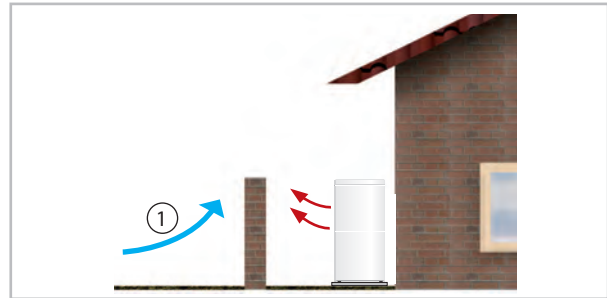
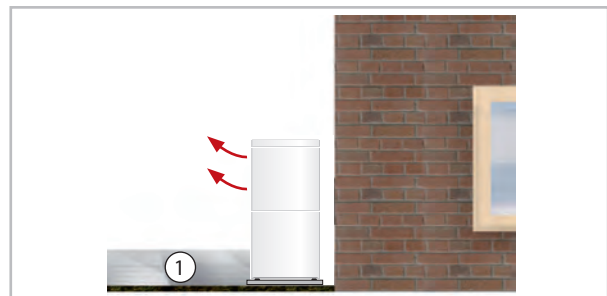

Abb. 35: Schutz vor Wind
Abb. 36: Schutz vor Schnee
- Wird das Gerät in einer Gegend mit starkem Wind aufgestellt, muss es vor dem Wind geschützt werden und es wird ein zusätzliches Stabilisieren empfohlen. Das kann z.B. mit Drahtseilen oder anderen Konstruktionen realisiert werden (Abb. 35). Bei der Montage sind Schneegrenzen zu beachten (Abb. 36).
- Beachten Sie bei der Aufstellung die zu erwartende Schneehöhe und eine Erhöhung um ca. 20 cm, damit ganzjährig ein freies Ansaugen und Ausblasen der Außenluft gewährleistet werden kann (Abb. 36).